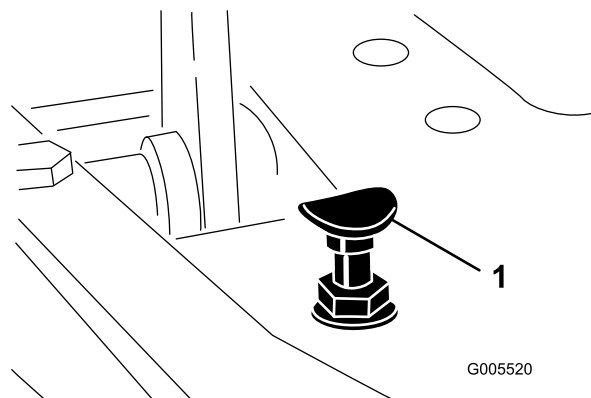

Figura 54
Para obtener la velocidad máxima de transporte, ponga la palanca de control funcional en la posición de transporte y pise el pedal de tracción. Si el pedal toca el tope (Figura 54) antes de que se note tensión en el cable, es necesario hacer un ajuste:
1. Ponga la palanca de control funcional en la posición de transporte y afloje la contratuerca que fija el tope del pedal a la chapa del suelo (Figura 54).